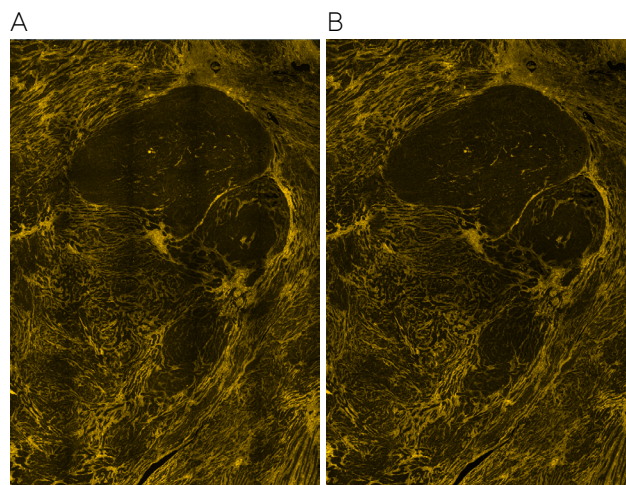

図3. 蛍光イメージングの向上: (A) 従来のCellCelector (B) 新しいCellCelector CLDプラットフォーム
- 新たにシェーディング補正アルゴリズムを導入し、クローン生産性評価時における均一な蛍光イメージングを実現します(図3)。